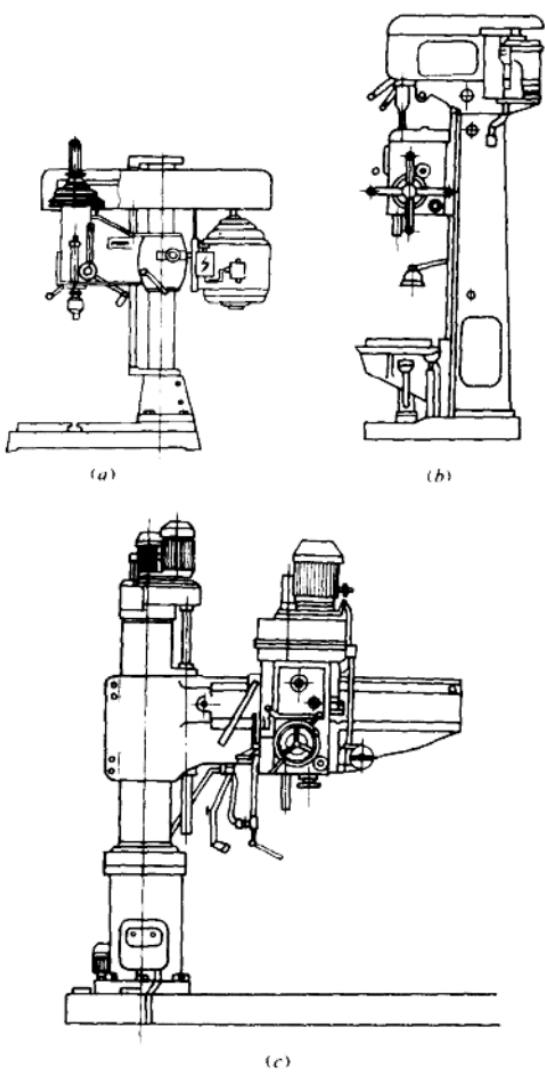

图 1-7 钻床
(4) 钻床 钻床是主要用来加工各类圆孔的设备。常用的钻床有台式钻床、立式钻床和摇臂钻床，见图 1-7 所示。